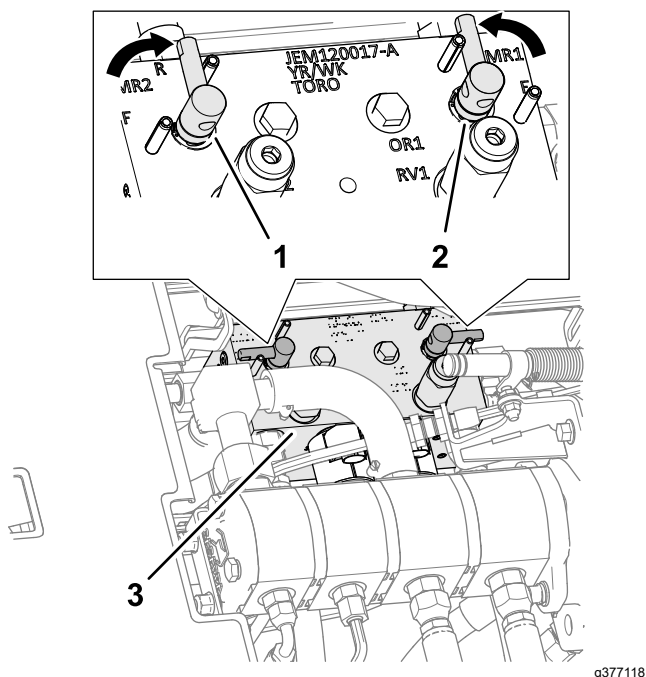

Рисунок 116
4. Разблокируйте и поднимите сиденье для доступа к коллектору газонокосилки (Рисунок 116).
5. Установите рычаги заточки обратным вращением в положение R (заточка) (Рисунок 116).